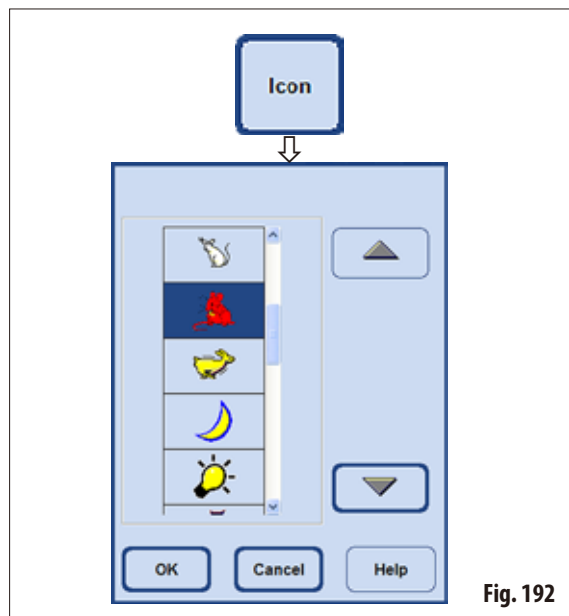

Fig. 192
- Apăsați butonul **ICON** (PICTOGRAMĂ); va apărea o fereastră de selecție cu diverse simboluri (Fig. 192).